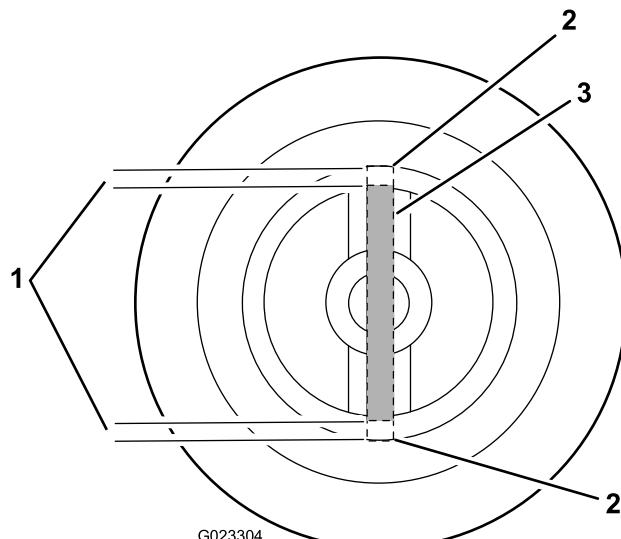

Рисунок 2
**Примечание:** Отцентрируйте штифт в шкиве так, чтобы расстояние с каждого конца штифта до каждого конца отверстия составляло 7,6 мм, как показано на Рисунок 2.